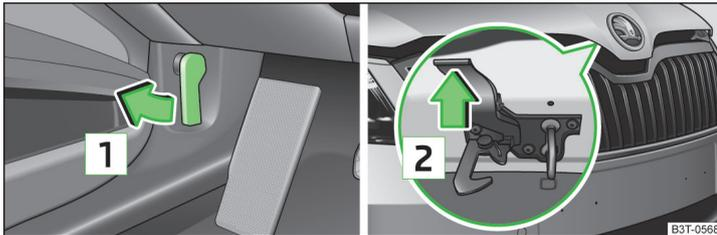

Abb. 160 Entriegelungshebel für Motorraumklappe / Entriegelungshebel
- Am Entriegelungshebel unterhalb der Schalttafel in Pfeilrichtung 1 ziehen » Abb. 160.
Niemals die Motorraumklappe am Entriegelungshebel öffnen » Abb. 160.